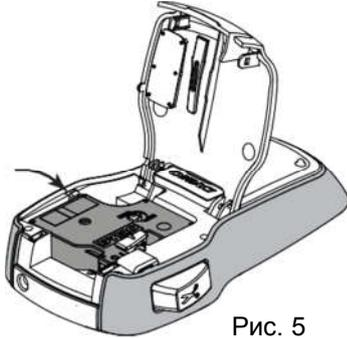

Рис. 5
- 3 Вставьте кассету и с усилием подайте ее вниз, пока не услышите щелчок. См. Рис.5.